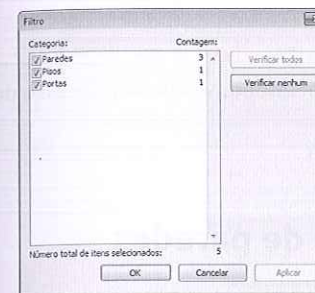

Figura 5.20 – Seleção das categorias no filtro.
3. Surja a janela de diálogo da Figura 5.20 com os objetos selecionados.